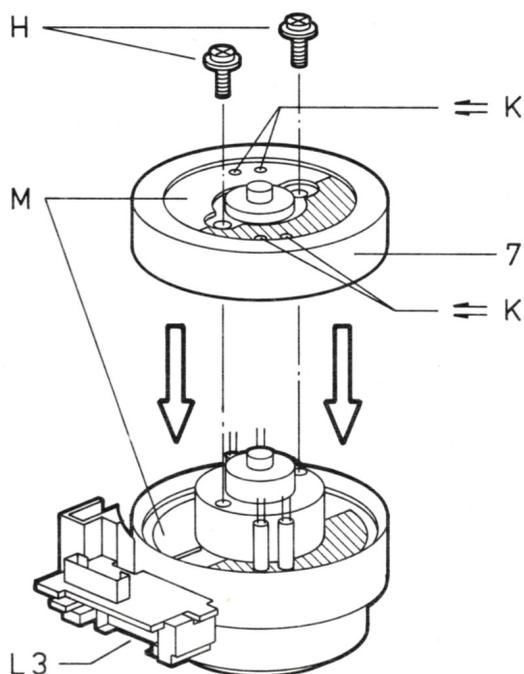

Fig. 12
- Placer le tambour de têtes (7) sur l'axe d'entraînement de façon à ce que les surfaces claires «M» coïncident (Fig.12).